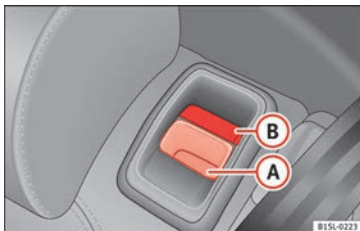

Fig. 69 Asiento trasero: tecla de desbloqueo (A); marca roja (B).
- Tire de la tecla de desbloqueo » **fig. 69 (A)** hacia delante y levante al mismo tiempo el respaldo del asiento trasero.